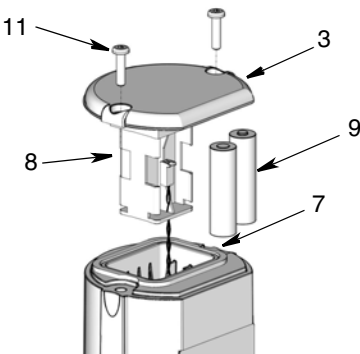

FIG. 9
1. Retire dos tornillos (11) y la tapa (3) (FIG. 9).
2. Saque con cuidado el compartimento de las pilas (8) del TLM lo suficiente para instalar las pilas (FIG. 9).